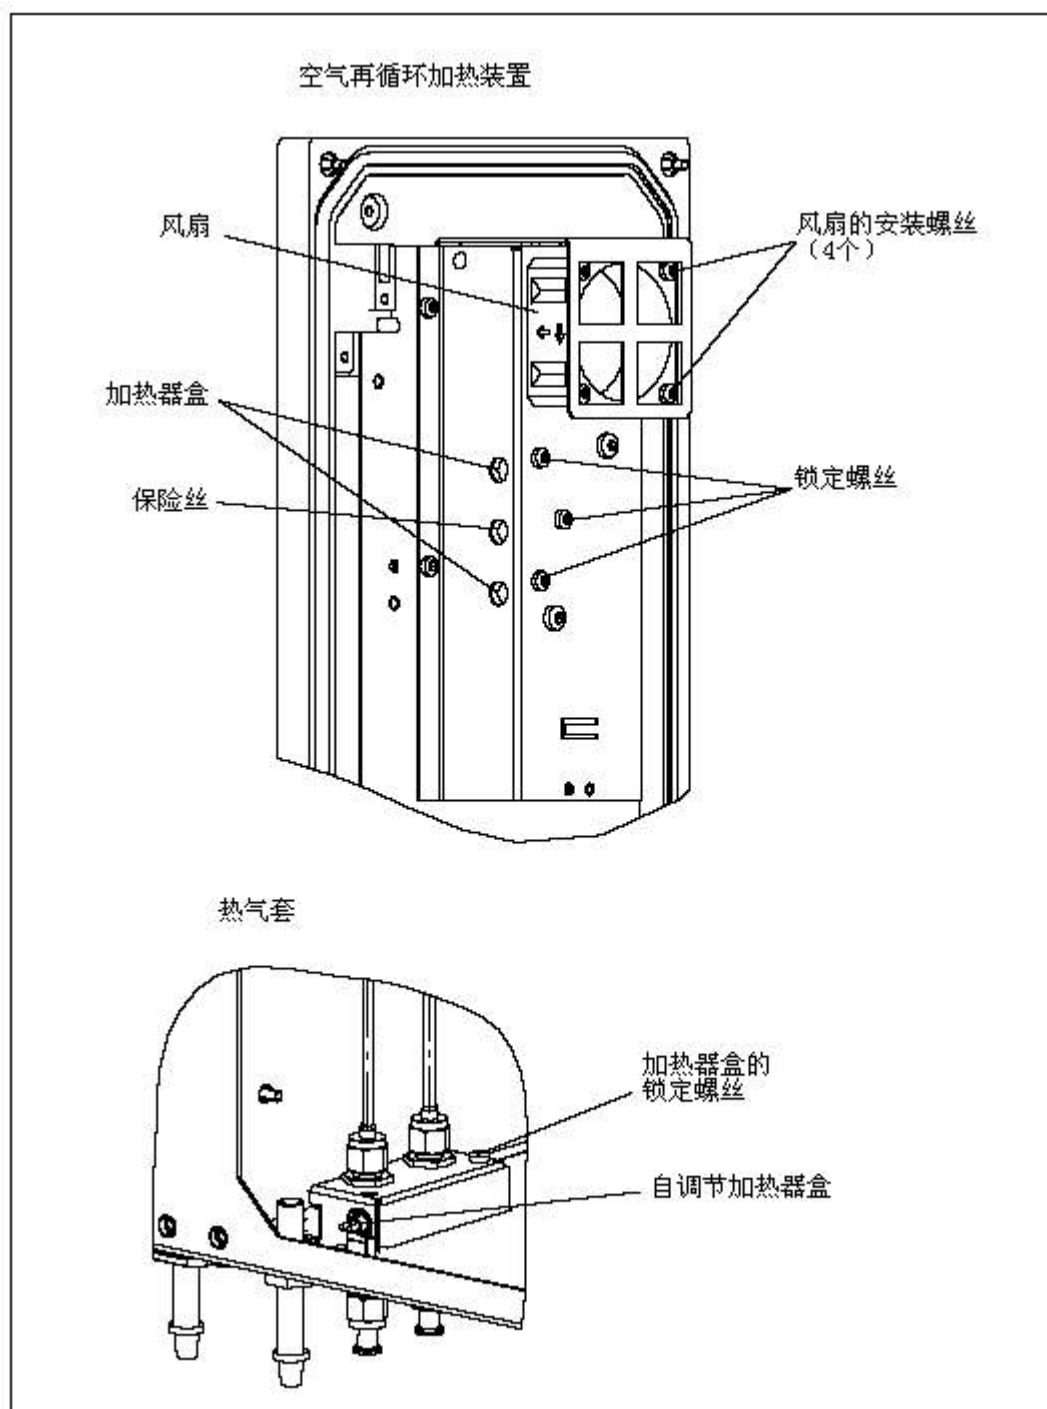

图 6-1 ULTRAMAT 6F的空气在循环加热装置和热气套
按下述方法替换风扇（见图6-1）
- 将加热器盒从加热器元件处卸下（见图6-1）